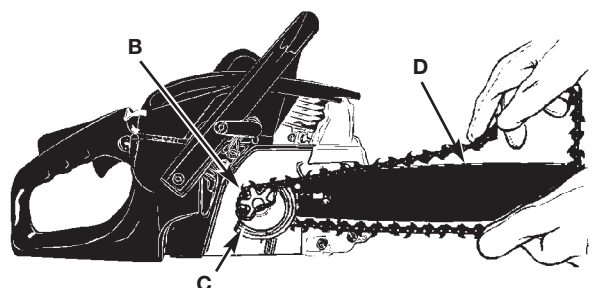

Fig. 27
2. Deslice la cadena alrededor de la rueda dentada (B) atrás del embrague (C). Asegúrese que los eslabones se ajusten dentro de los dientes de la rueda dentada (Fig. 27).
3. Guíe los eslabones dentro de la ranura (D) y alrededor del final de la barra (Fig. 27).